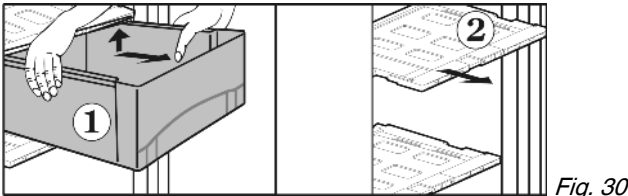

Fig. 30
- ▶ Выдвижные ящики Fig. 30 (1) извлеките до упора.
- ▶ У снятого выдвижного ящика крышку Fig. 30 (2) с регулятором влажности освободите из фиксаторов сверху, извлеките вперед.